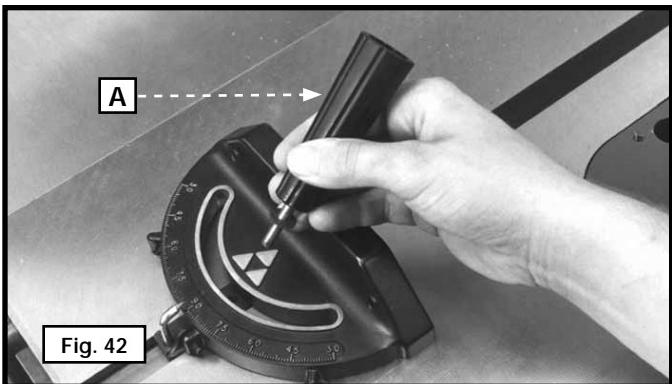

Fig. 42
2. Utiliser une équerre et confirmer que la lame est perpendiculaire (90°) à la table (fig. 35). Pour régler, tourner le volant d'inclinaison de la lame en sens antihoraire. Desserrer le contre-écrou (A) fig. 42, et serrer ou desserrer la vis de réglage (D) jusqu'à ce que la tête de la vis (B) touche le boîtier à l'avant du tourillon lorsque la lame soit perpendiculaire (90°) à la table. Serrer le contre-écrou (A).
Insérer la barre du guide d'onglet dans la rainure du guide. Enfiler la rondelle et fixer la poignée de verrouillage (A) fig. 42.
Le guide d'onglet est muni de butées réglables individuellement à 90° et 45° degrés à droite et à gauche. Il est possible de régler les butées en serrant ou desserrant les trois vis de réglage (B) fig. 42 avec la clé hexagonale fournie.
Pour pivoter le guide d'onglet, desserrer la poignée de verrouillage (A) fig. 42, pivoter le butoir (D) pour dégager l'accès et déplacer le corps du guide d'onglet (C).